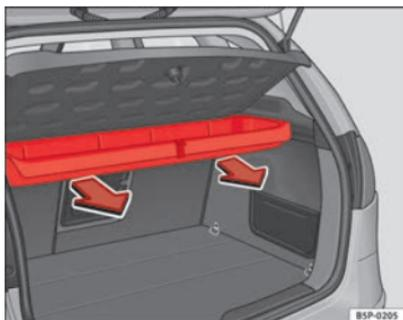

Fig. 124 Desmontagem da caixa porta-objectos
- Puxar para fora até desencaixar a caixa dos eixos de rotação ⇒ Fig. 124.